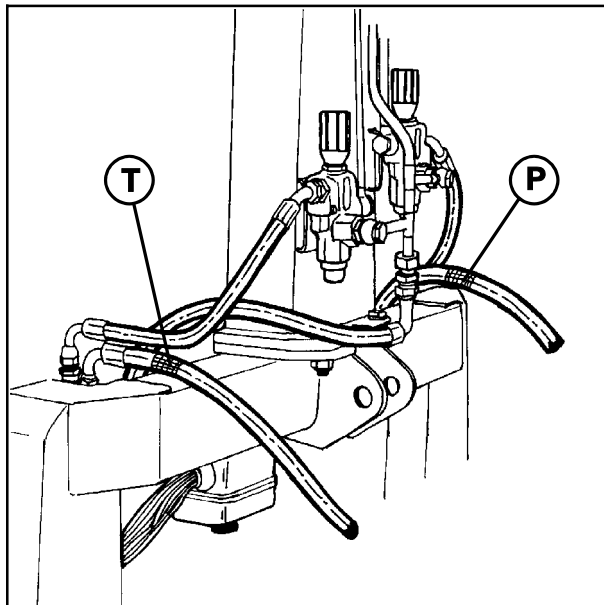

Bild 4-9
Der rot markierte Schlauch wird an die Druckversorgung (P) und der blau markierte Schlauch an den Rücklauf (T) angeschlossen. (Siehe Abb. 4-9).